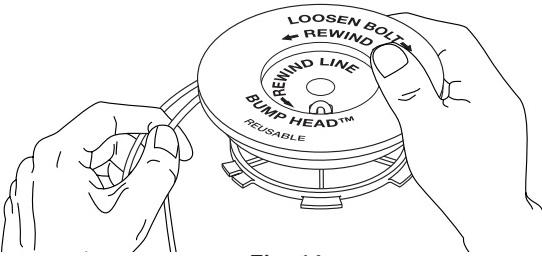

Fig. 16
- Bobine las líneas en capas parejas y ajustadas sobre el carrete (Fig. 16). Bobine la línea en la dirección indicada en el carrete interior. Coloque su dedo índice entre las dos líneas para evitar que se superpongan. No superponga los extremos de la línea. Proceda al paso 11.